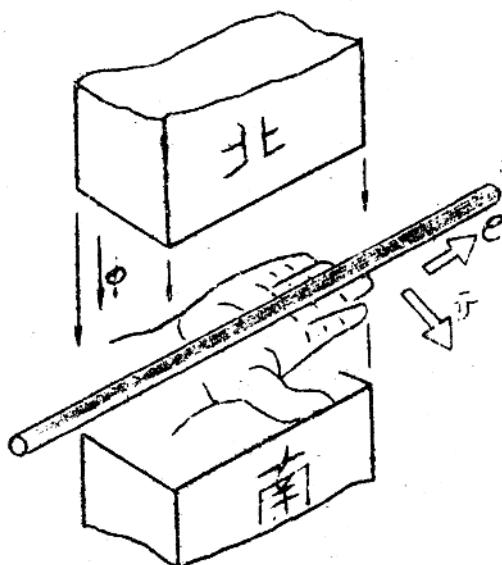

图 1—1 右手定则
对运动的方向和感应出电势的方向之间的定性关系也是符合“右手定则”的。不过在实用的同步发电机中不是导线在运动，而是“磁铁”在运动如图 1—2 所示。转子由四块“电碳铁”组成，当在激磁绕组通直流电之后就会产生磁场，极性如图所标。定子由开有槽的硅钢片
1) 当如图 1—2 所示的瞬时位置导线 A 电势为 \odot